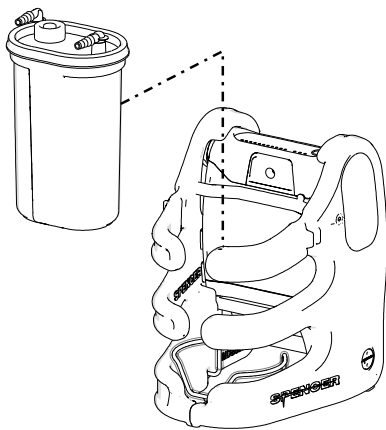

Abb. 12
1. Fügen Sie den Behälter in seinem Gehäuse (Abb.12) ein; überprüfen sie, dass der Halterungsbogen (Nr°7 Abschnitt 3.2) gesenkt ist und genau an der Absauggeräthülle fixiert ist